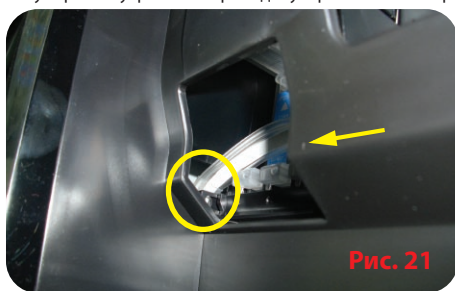

Рис. 21
6.6. Передвиньте каретку до упора влево. (Рис. 21).